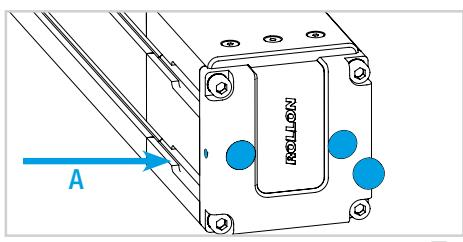

図 8
- 8) 固定ネジの保護キャップを外し、A セットスクリューを緩めます(図 8)。